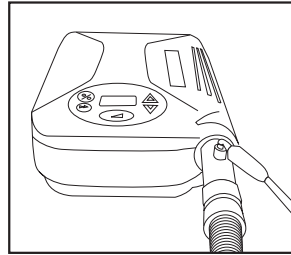

Figura 10
3. El oxígeno se inyecta en el suministro de aire conectando un extremo del tubo de oxígeno al adaptador correspondiente y el otro extremo a la fuente de oxígeno (Figura 10).